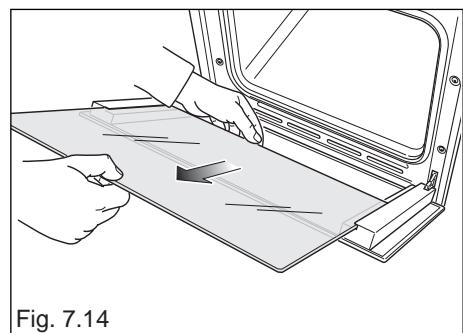

Fig. 7.14
- Sortez en douceur la vitre intérieure (fig. 7.14).